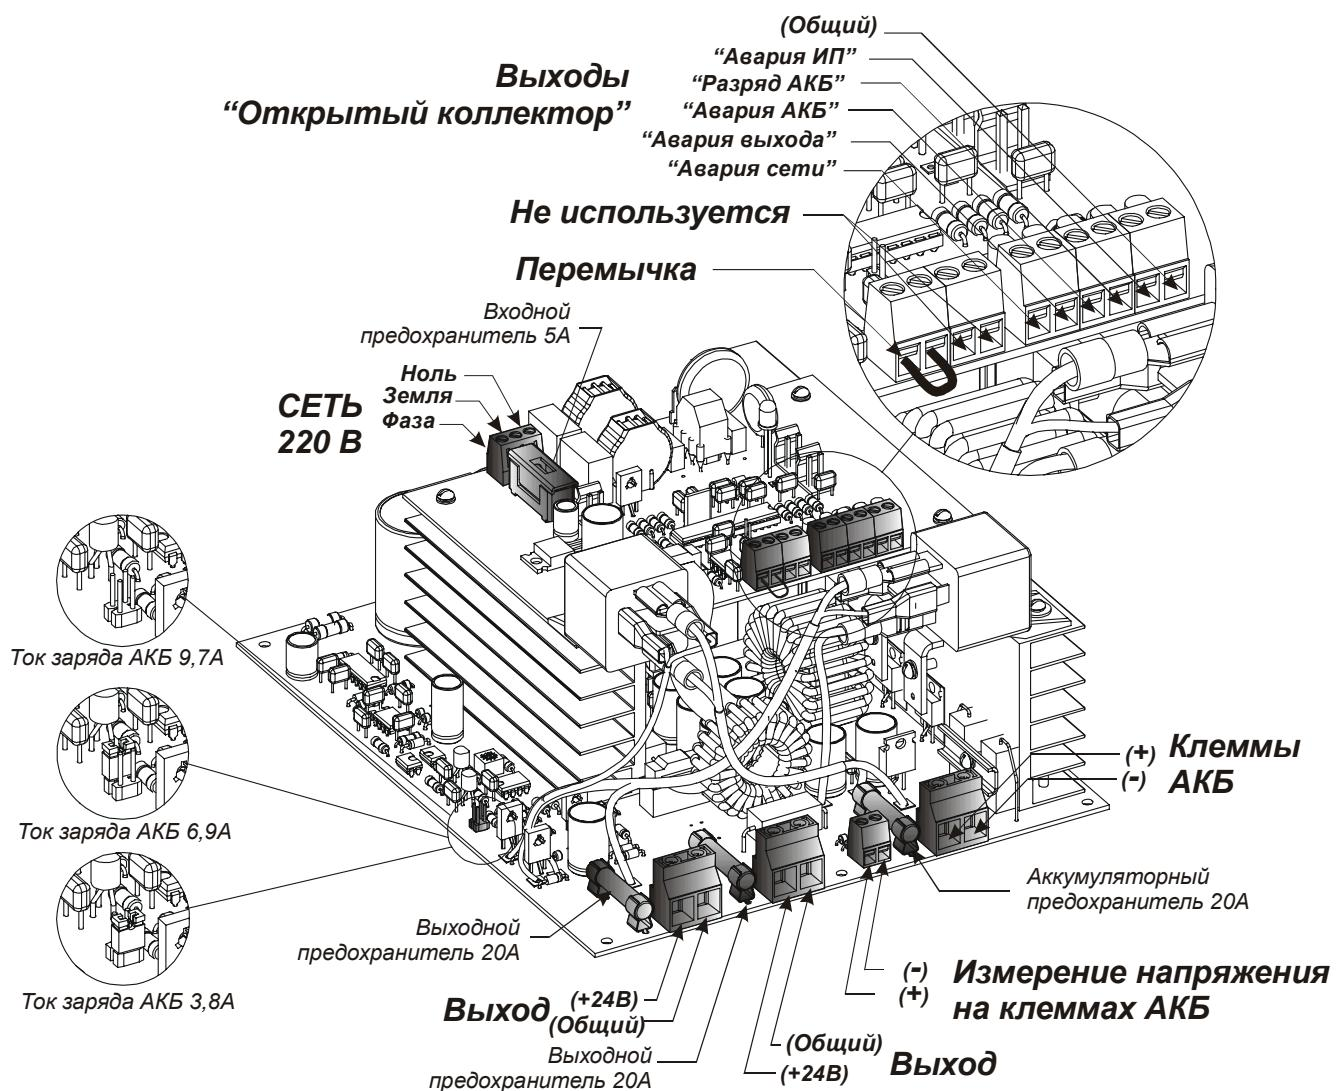

РИС.4
- выставить перемычками ток заряда АКБ (см. таблицу 3 и рисунок 4);